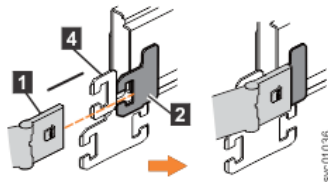

Abbildung 74. Inneren Anschluss der oberen Kabelträgerbaugruppe an innerem Teil der Halteschiene installieren
2. Installieren Sie den inneren Anschluss der oberen Kabelträgerbaugruppe (**1**) wie in Abbildung 74 auf Seite 68 gezeigt an den inneren Teil der linken Halteschiene (**2**).